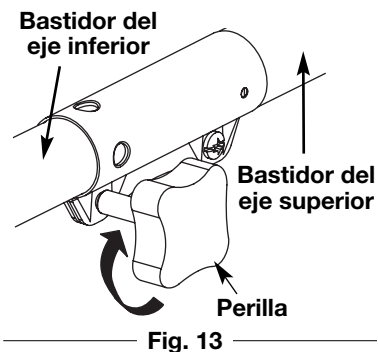

Fig. 13
4. Dé vuelta a la perilla a la derecha para trabar el acoplador (Fig. 13).
4. Gire la perilla en sentido horario para ajustarla (Fig. 13).